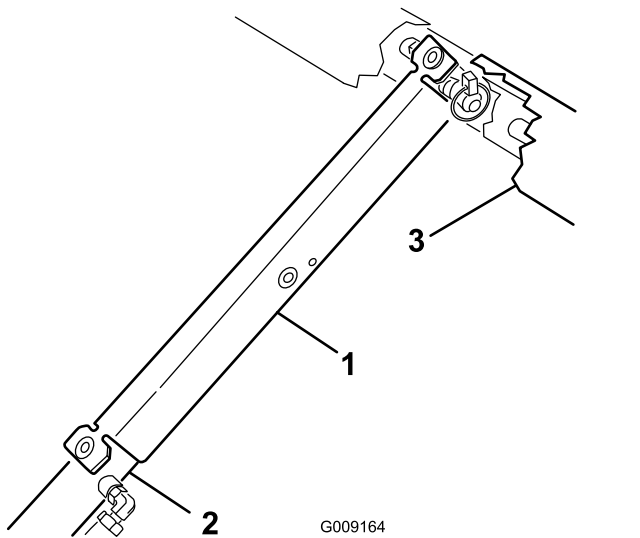

Figura 15
10. Coloque el soporte de la plataforma a presión sobre la varilla del cilindro, asegurándose de que los extremos del soporte descansan sobre el extremo del cilindro y sobre la rótula (Figura 15).